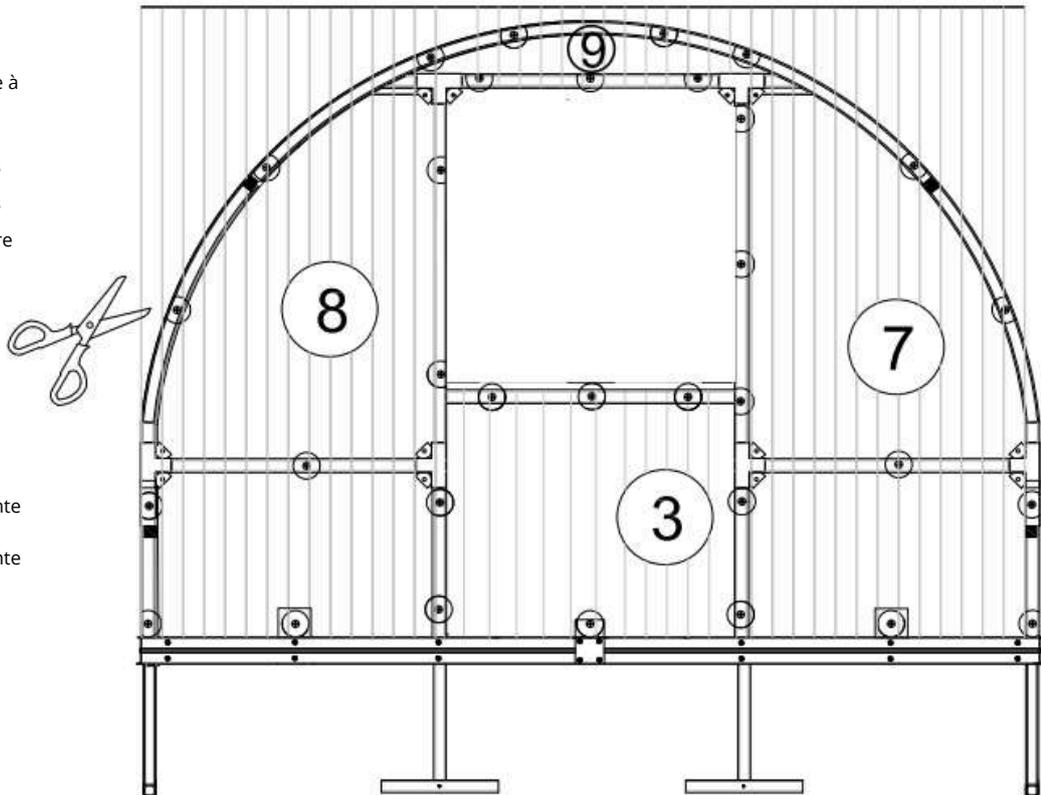

Fig. 15
**20** - Après avoir placé les plaques de polycarbonate sur la partie avant de la serre, faites de même pour la partie arrière de la serre. Fixez le polycarbonate latéral (voir le diagramme de coupe du polycarbonate -7-, -8-, -9-) à la fenêtre en polycarbonate avec des boulons M5-40, des écrous et des joints, et fixez aux plaques de montage en polycarbonate avec des boulons M5-16 et des écrous. **VOIR FIG. 15.**